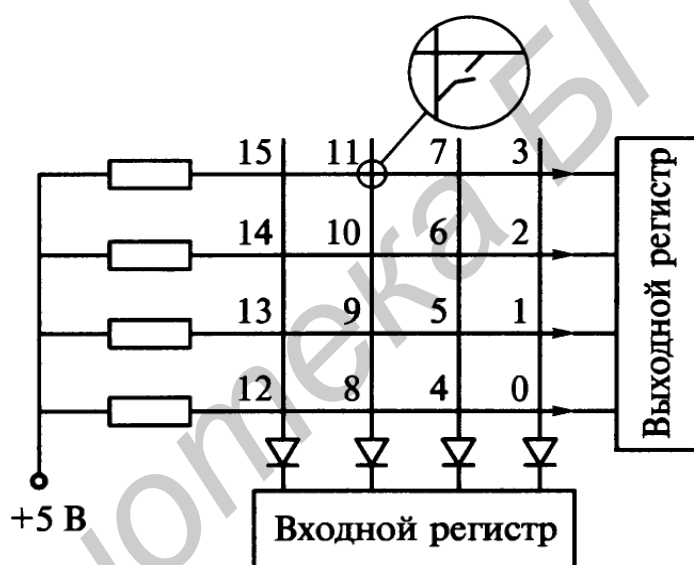

Рисунок 33 – Строение клавиатуры 4x4
*Цифровая клавиатура.* Клавиатура представляет собой кнопочный блок, в котором кнопки размещены в виде матрицы на пересечении горизонтальных и вертикальных линий связи (рисунок 33).